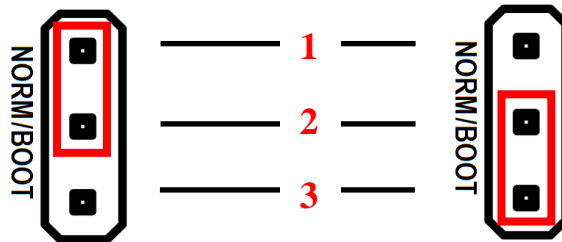

Рисунок 31. Разъем **SW1**: а) джампер в положении **NORM** (замкнуты контакты **1** и **2**); б) джампер разъема в положении **BOOT** (замкнуты контакты **2** и **3**)
6. Переставить джампер разъема **SW1** в положение **BOOT** (смотрите рисунок 31).